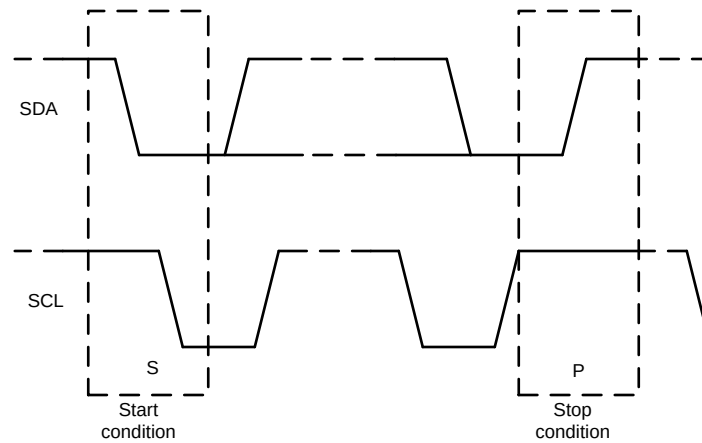

图 57. 启动和停止条件
1. 主器件通过产生启动条件来启动数据传输。启动条件是当 SCL 为高电平时在 SDA 线上发生从高到低的转换，如图 57 所示。所有与  $I^2C^{TM}$  兼容的器件都会识别启动条件。
- 为了用信号指示数据传输结束，主器件通过在 SCL 线处于高电平期间将 SDA 线从高电平拉低来产生停止条件（请参阅图 57）。此操作将释放总线并停止与寻址的从器件之间的通信链路。所有与 I2C™ 兼容的器件都会识别停止条件。在收到停止条件后，将释放总线，然后所有从器件等待启动条件，接着是匹配的地址。